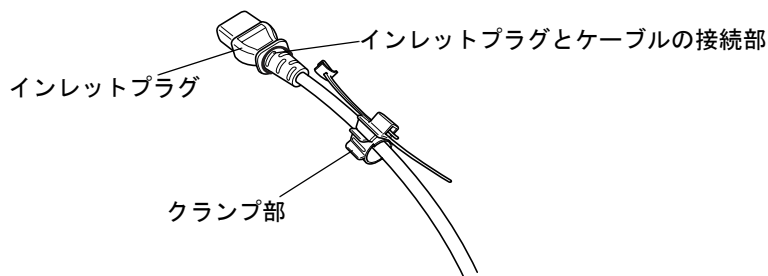

図1
- (1) 電源ケーブルを、電源ケーブル抜け防止クランプのクランプ部内に図1のように入れ込み、クランプ部をカチッと鳴らして固定し、「インレットプラグとケーブルの接続部」までクランプを持ち上げます。